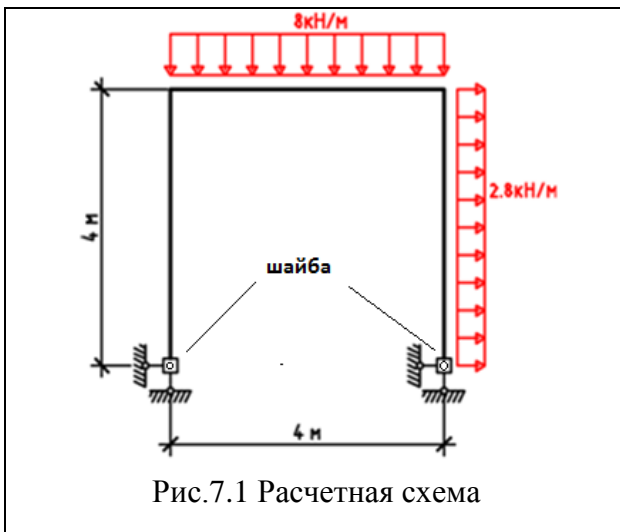

Рис.7.1 Расчетная схема
7. Определить предельную нагрузки для стержневой системы, работающей в упругопластической стадии (рис.7.1,рис. 7.2). Материал системы подчиняется диаграмме жесткопластического тела.